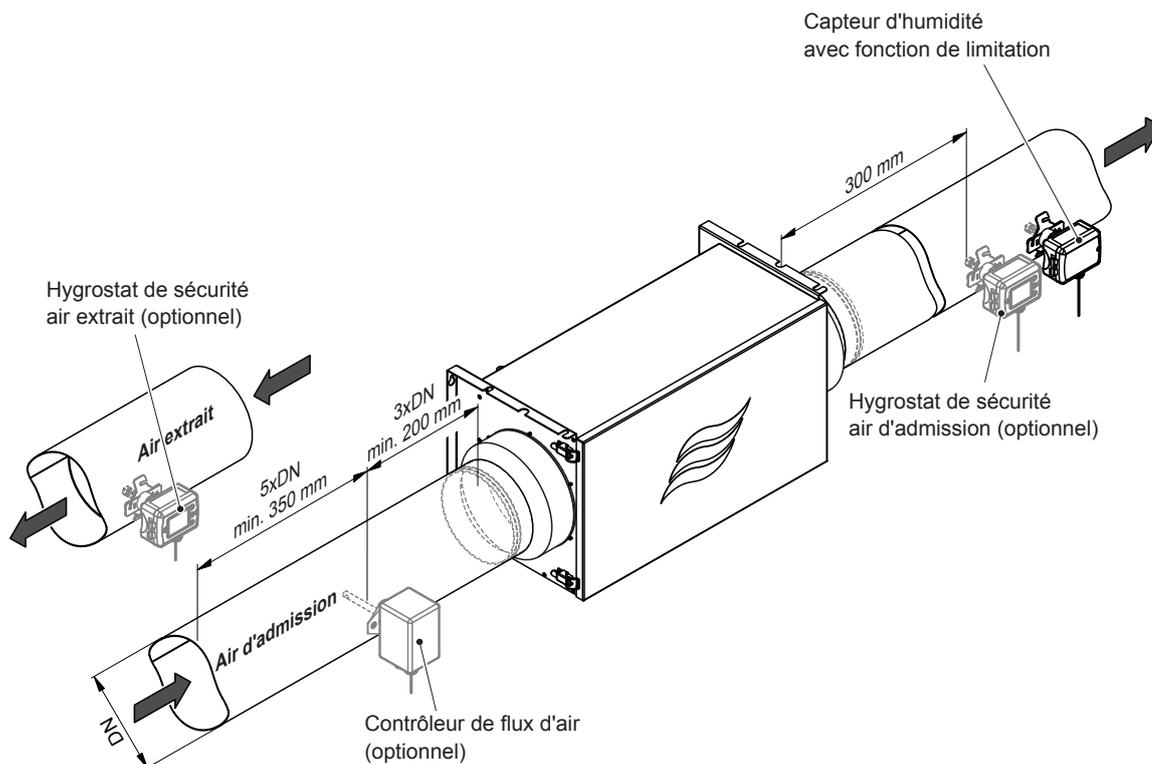

Fig. 22: Positionnement du capteur d'humidité et des dispositifs de surveillance avec régulation de l'humidité de l'air d'admission
Pour la régulation de l'humidité de l'air d'admission, les capteurs doivent être installés comme suit (voir Fig. 22) :
1. Percer l'orifice d'introduction pour la tige de capteur ( $\varnothing 16$  mm) dans la gaine de ventilation (positionnement voir Fig. 22).